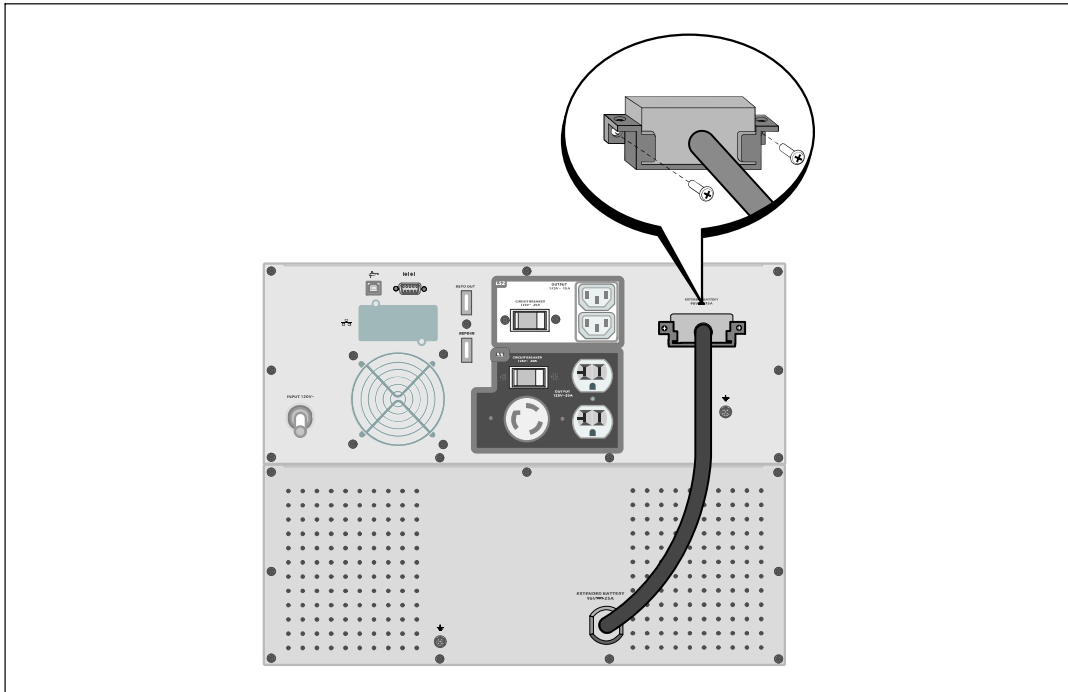

Figure 17. EBM Installation
- 3 Branchez le câble de l'EBM dans le connecteur des batteries de l'onduleur (voir Figure 17).